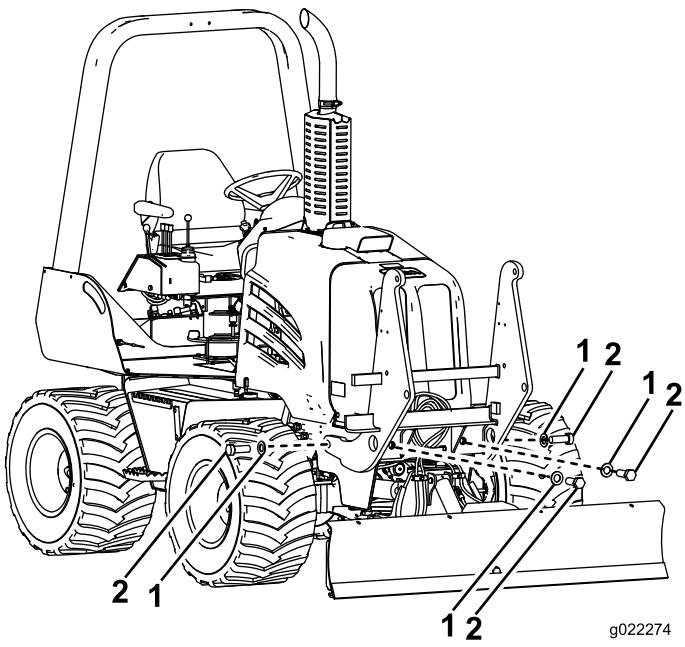

Figure 2
5. Montez les boulons (1-1/4 x 3-1/2 po) et les rondelles (1-1/4) qui fixent le cadre de montage à la machine (Figure 2), et serrez tous les boulons à la main.